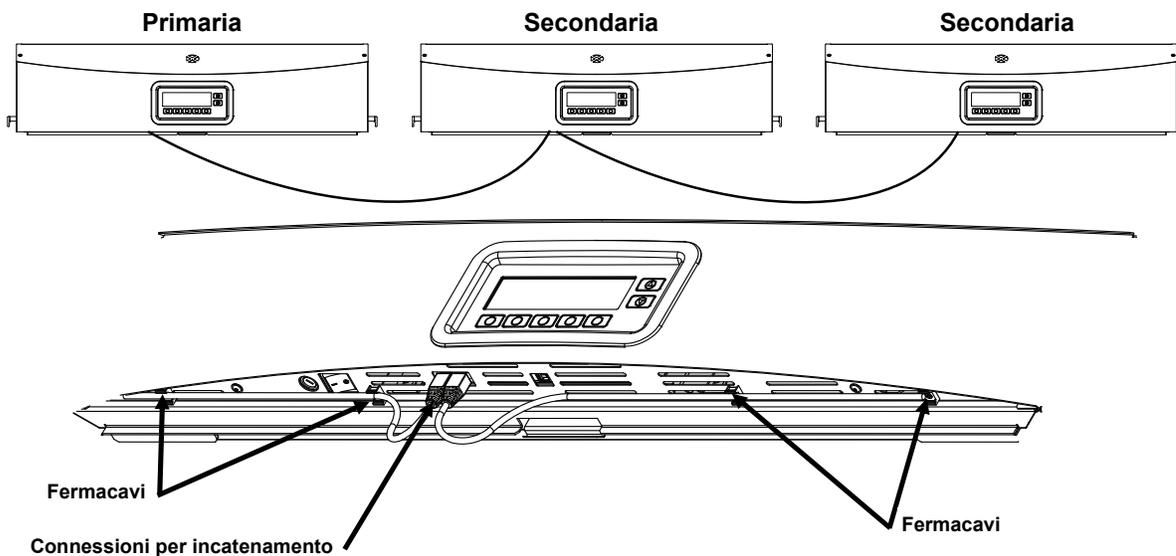

Figura 11. Incatenamento delle plafoniere
9. Collegare i cavi di connessione per incatenamento tra le parti frontali delle plafoniere. Usare i fermacavi per tenere i cavi in posizione. Vedere la Figura 11.